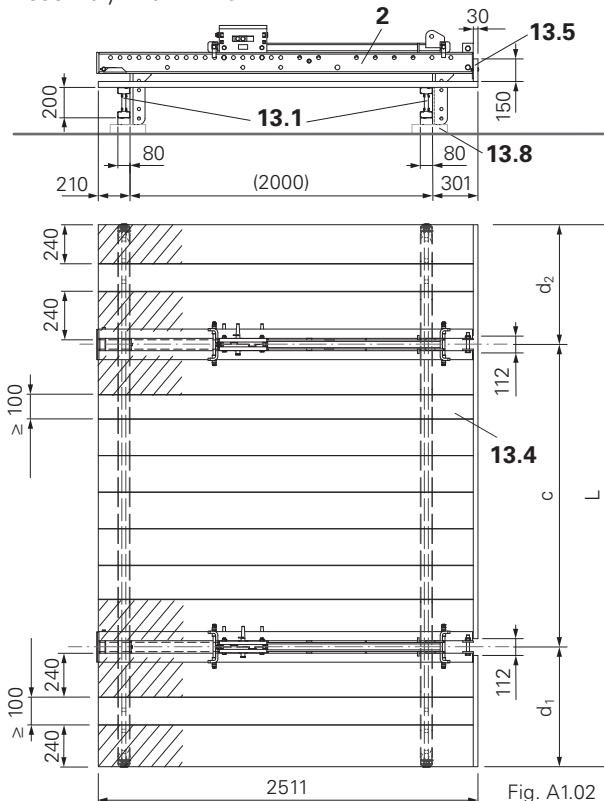

Fig. A1.02
SCS 250: 2511 mm. (Fig. A1.02)
SCS 250: 2511 mm. (Abb. A1.02)
- SCS 250: 2511 mm. (Abb. A1.02)